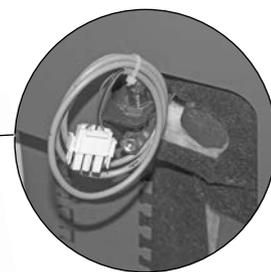

Fig. 27 Montare la parete laterale a sinistra
- Agganciare la parete laterale sinistra alla vite in basso sul retro, facendo attenzione che il rivestimento si trovi dietro le consolle di collegamento, l'interruttore di prossimità Levelcontrol ① e la flangia – Fig. 27.